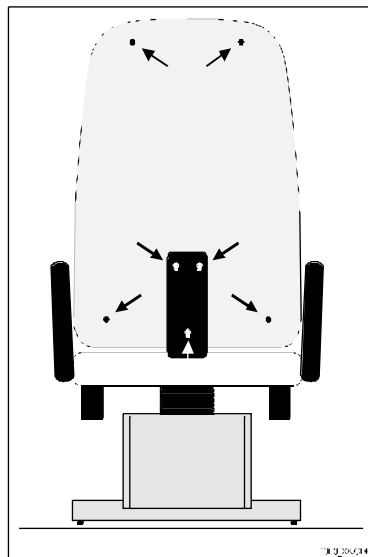
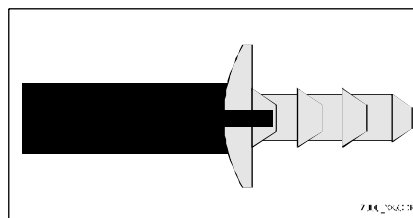

Abbildung 4
Abbildung 5
- Jetzt kann die Abdeckkappe aus Kunststoff am Rückenteil befestigt werden. Eine Person hält die Kappe fest und richtet sie aus, so dass die Löcher im Holz (auf Abb.4 mit nach außen zeigenden Pfeilen gekennzeichnet) mit den in der Kappe vorgesehenen Löchern übereinstimmen. Die zweite Person steckt das mitgelieferte Montagewerkzeug 2-A in einen der Stöpsel (2-B) (siehe Abb. 5).